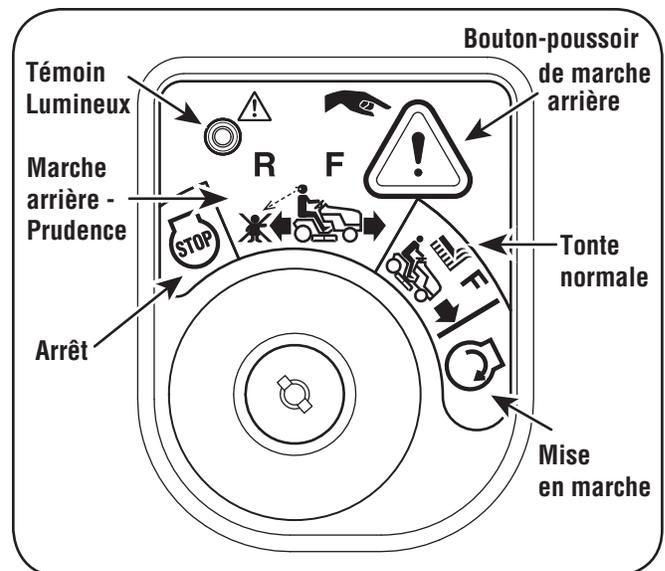

Figure 5-2
2. Déplacez la clé de la position « NORMAL MOWING » (Verte) (Tonte normale) à la position « REVERSE CAUTION MODE » (Jaune) (Marche arrière - Prudence). Voir la Figure 5-2.
3. Appuyez sur le BOUTON-POUSOIR DE MARCHE ARRIÈRE (Bouton triangulaire orange) dans le coin supérieur droit du module d'allumage. Le témoin lumineux rouge dans le coin supérieur gauche s'allume quand la marche arrière est embrayée. Voir la Figure 5-2.